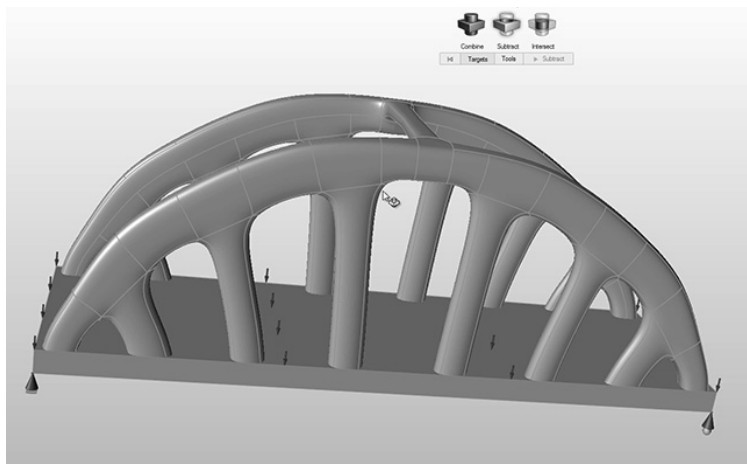

图 15-38
- 3) 将 PolyNURBS 对象选作目标，如图 15-38 所示。